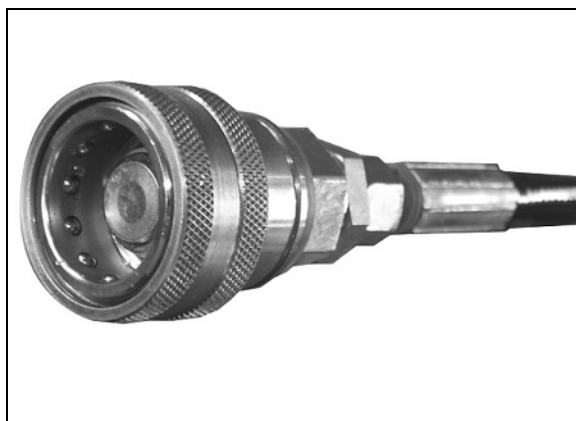

Рис. 17
- жесткой основной рамы (Рис. 17/1) для крепления семенного бункера и ходового механизма,
- раскладной задней рамы (Рис. 17/2) для поднятия сошников на разворотной полосе и для установки в вертикальное положение при складывании в транспортное положение,
- двух раскладных консолей (Рис. 17/3) для складывания в транспортное положение.